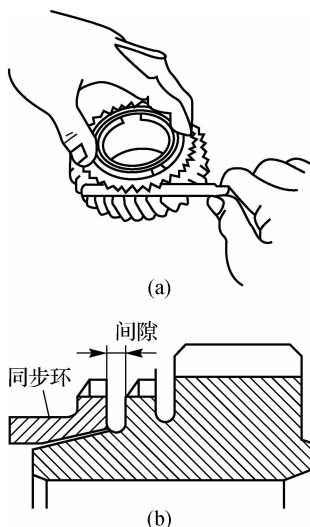

图 6-10 检查同步器
(8)若齿轮与轴的配合不松旷,应检查同步器是否松动、散架,衬套和锥环是否磨损、破碎,如图 6-10 所示。如有损坏,应更换同步器。